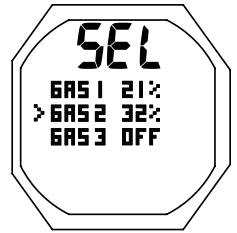

Fig. 101 - MENÚ DEL CAMBIO DE GAS
**Menú del cambio de GAS** - Ésta es la información mostrada (Fig. 101):